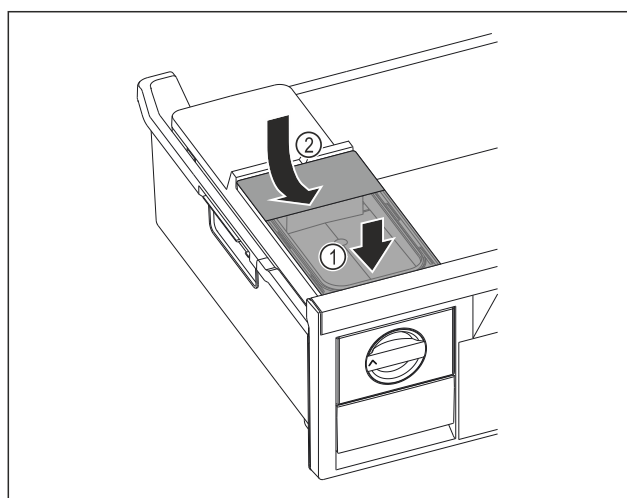

Fig. 97
- ▶ Nádržku na vodu nasadíte vpredu. Fig. 97 (1)
- ▶ Nádržku na vodu spustíte vzadu. Fig. 97 (2)